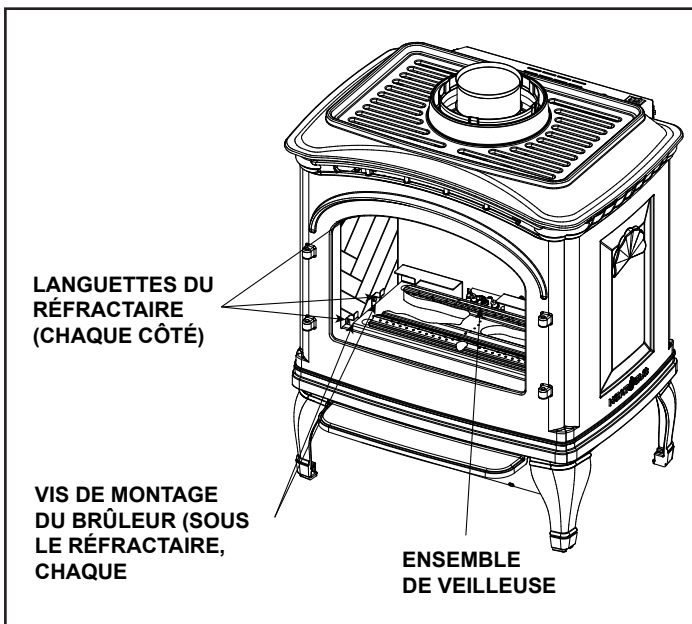

Figure 6.13 Retirer le brûleur
12. Retirez les bûches et le réfractaire latéral, s'ils sont installés. Pour retirer le réfractaire latéral, pliez les languettes du coin supérieur avant du réfractaire. Voir la Figure 6.13.
14. La veilleuse doit être légèrement soulevée pour permettre le retrait du brûleur. Retirez les deux vis fixant la veilleuse au brûleur. Soulevez légèrement la veilleuse jusqu'à ce que les languettes de montage de la veilleuse soient dégagées. Voir la Figure 6.13.
15. Retirez les deux vis de montage du brûleur de chaque côté de celui-ci. Soulevez et sortez le brûleur hors de l'appareil. Voir la Figure 6.13.